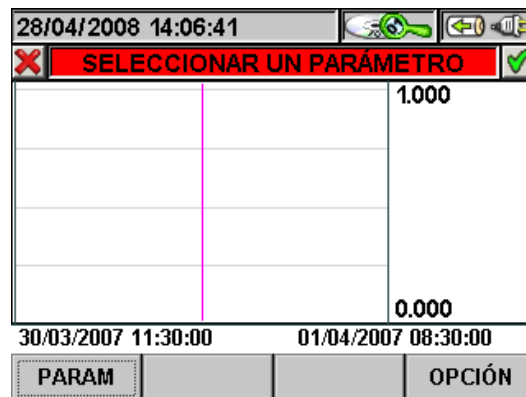

Fig. 117: Selección de un Parámetro
- La tecla **ESC** (o el icono ) para salir de la función y volver a la página "Selección de un Parámetro" (Fig. 117).
- La tecla **ESC** (o el icono ) para salir de la función y volver a la página “Selección de un Parámetro” (Fig. 117).
3. Pulse la tecla **ESC** (o el icono ) para salir de la función y volver a la página “Selección de un Parámetro” (Fig. 117).